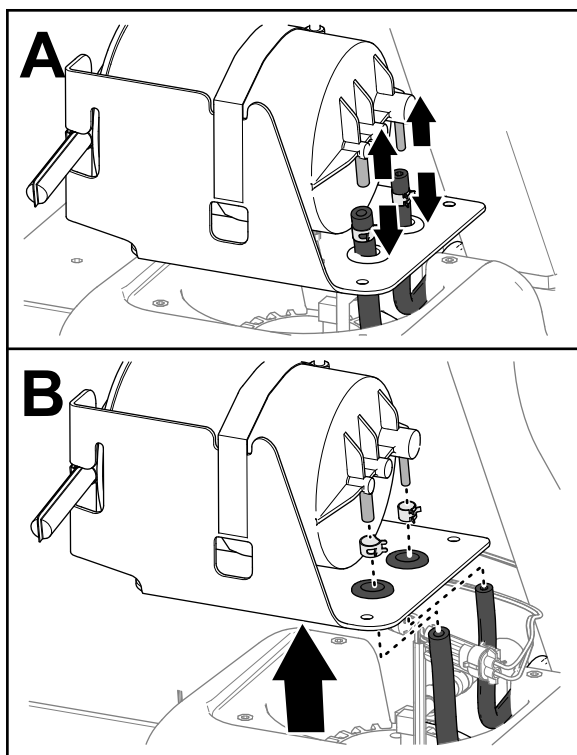

Figure 85
4. Débranchez les flexibles des raccords (Figure 85).
5. Retirez les colliers des flexibles (Figure 85).
6. Retirez le filtre à charbon actif du réservoir de carburant (Figure 85).